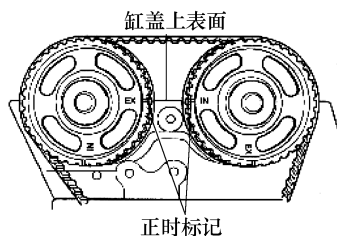

图 8-60 对齐凸轮轴带轮标记
① 如图 8-60 所示,将左凸轮轴带轮的“EX”标记和右凸轮轴带轮的“IN”标记与缸盖上表面对齐。